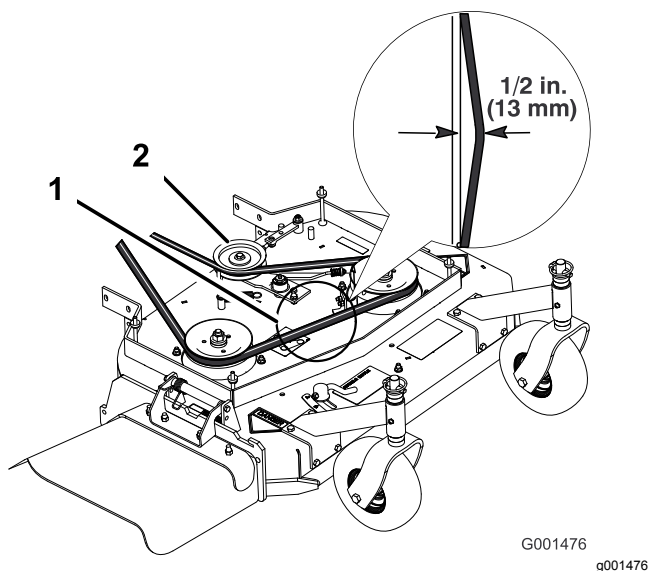
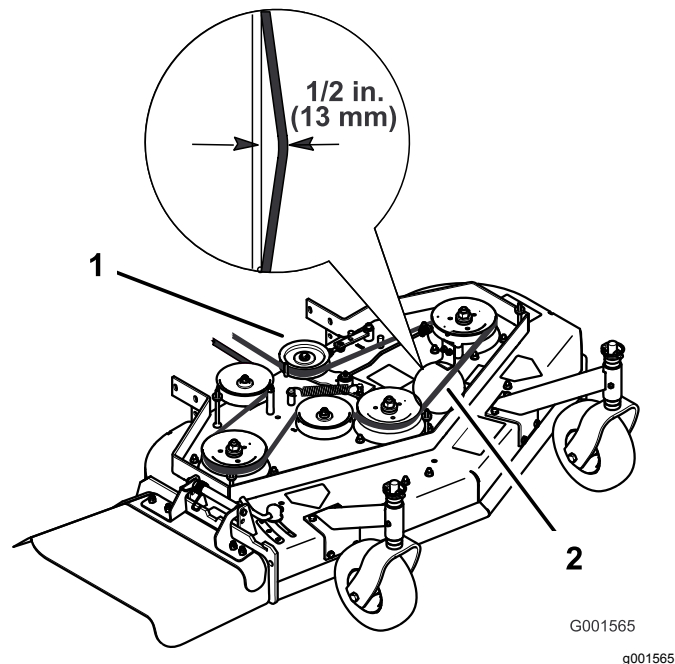

Figure 42
Figure 43
Remarque: La tension correcte de la courroie du tablier de coupe est de 44 à 67 N·m (10 à 15 pi-lb) avec une flèche de 13 mm ($\frac{1}{2}$ po) à mi-chemin entre les poulies (Figure 42 ou Figure 43).
3. Desserrez le contre-écrou sur le tendeur (Figure 42).
- Tournez le tendeur vers l'avant de la machine pour réduire la tension sur la courroie (Figure 42).
Remarque: La tension correcte de la courroie du tablier de coupe se situe entre 44 et 67 N·m (10 et 15 pi-lb) avec une flèche de 13 mm (½ po) à mi-chemin entre les poulies (Figure 42).
- Tournez le tendeur vers l'avant de la machine pour réduire la tension sur la courroie (Figure 43).
Remarque: La tension correcte de la courroie du tablier de coupe se situe entre 44 et 67 N·m (10 et 15 pi-lb) avec une flèche de 13 mm ($\frac{1}{2}$ po) à mi-chemin entre les poulies (Figure 43).